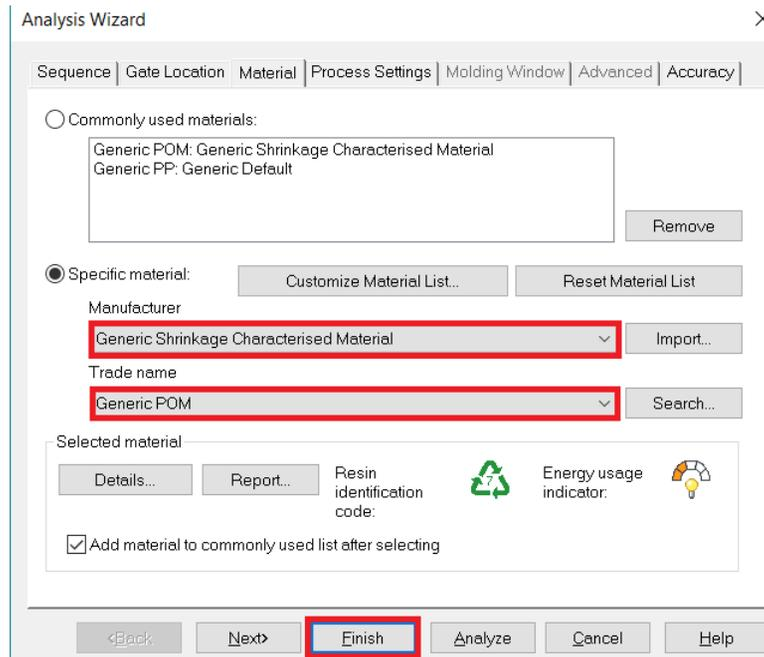

Figura 6.22 Selección de material.
- En la ventana de **Analysis Wizard** se selecciona el material con el cual se trabajará la simulación. En nuestro caso, en la sección de **Manufacturer**, elegiremos **Generic Shrinkage Characterised Material**. Mientras que en la sección de **Trade Name** se elige **Generic POM** (Figura 6.22).